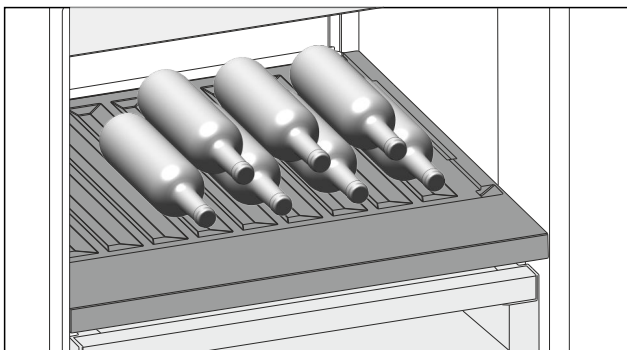

Fig. 148 Représentation à titre d'exemple
- Placer les bouteilles avec le fond orienté vers la paroi arrière de l'appareil. (voir Fig. 148)